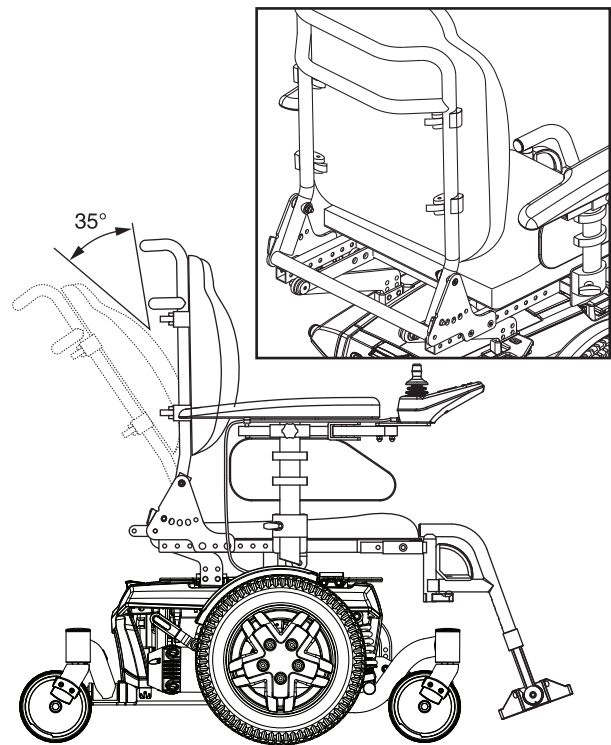

Bild 8. Manuelle Einstellung der Rückenlehnenneigung
1. Ziehen Sie am Handgurt unten an der Rückenlehne. **Siehe Bild 8.**